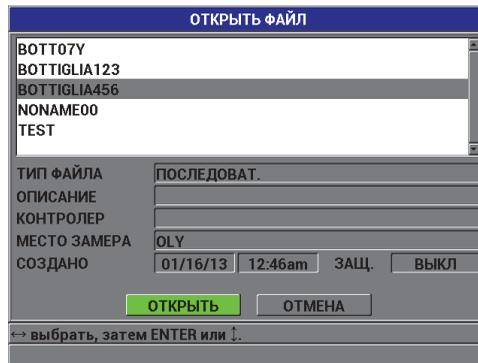

Рис. 7-9 Открытие файла
2. В окне **ОТКРЫТЬ ФАЙЛ** (см. Рис. 7-9 на стр. 134) выберите из списка нужный файл и нажмите [ENTER].